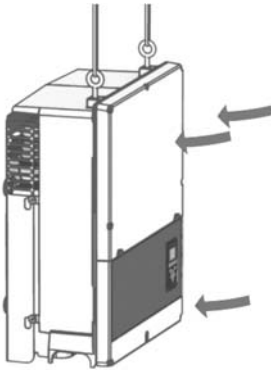
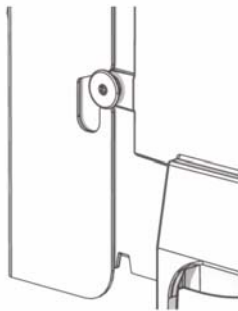

Abbildung 2.13 Einföhrung der Schrauben in die Führungsschlitze
Abbildung 2.14 Einföhrung der Schrauben in die Führungsschlitze - Detailansicht
3. Den Wechselrichter wie abgebildet schieben, damit die seitlichen Schrauben in die beiden unteren Führungsschlitzte und dann in die oberen Schlitzte geführt werden. Siehe Abbildung 2.13 und Abbildung 2.14.